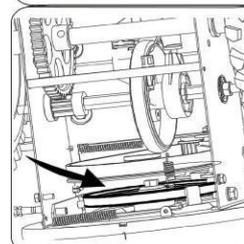

Рис.16
5. Снимите ремень со шнекового шкива и вставьте ремень между опорным кронштейном и шнековым шкивом. Соберите шнековый ремень, следуя инструкциям в обратном порядке. Рис.16.